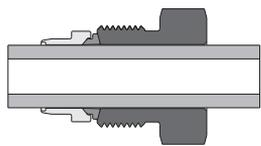

图1
1. 将卡套螺母和卡套按固定顺序和方向套在Tube 管上 (图 1)。